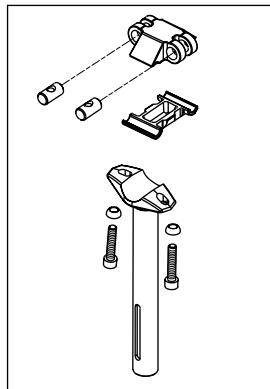

Abb. 1
2. Entfernen Sie das Oberteil der Sattelklemmung und fetten Sie die untere Oberfläche der Klemmung, die Klemmung, Unterlegscheiben, Klemmschrauben und die Stifte der Sattelklemmung. (Abb. 1).